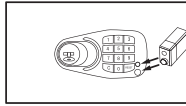

Fig. 4
- **Conexión de alimentación exterior** para efectuar aperturas de emergencia en caso de pilas agotadas. Para ello, coloque una pila alcalina de 9V (tipo 6F-22 S) en el lugar indicado en el teclado (Fig. 4), respetando la polaridad indicada. A continuación, y manteniendo la pila en ese punto, introduzca su código y efectúe la apertura como normalmente. Tras abrir la caja, cambie todas las pilas por cuatro pilas nuevas.